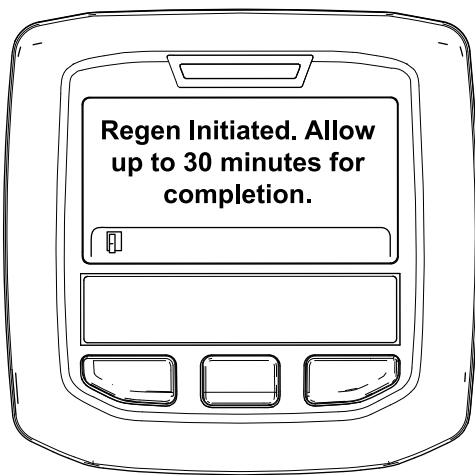

Figura 51
- Se a regeneração for permitida, surge a mensagem "Regen Initiated. Allow up to 30 minutes for completion" (Regen. iniciada. Aguarde 30 minutos até ser concluída) no InfoCenter; aguarde até que a máquina conclua o processo de regeneração em estacionamento (**Figura 51**).